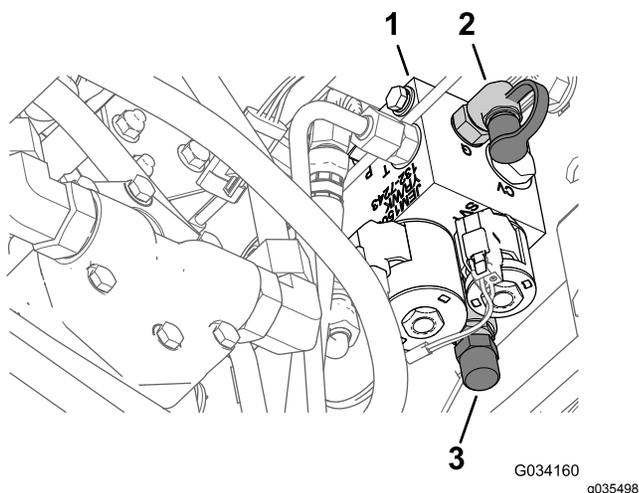

Figura 14
3. Inserite un indicatore della pressione nel foro diagnostico dietro il collettore di sollevamento (Figura 14).
4. Nella parte anteriore del collettore di sollevamento, rimuovete il tappo dalla bobina di trasferimento del peso (Figura 14).
5. Allentate il controdado nella parte inferiore della bobina di trasferimento del peso (Figura 14).